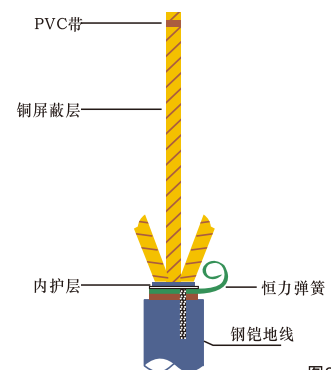

图2
1.2 (图2) 固定接地线，缠绕填充胶：将接地线一端约300mm长度包绕在三相铜屏蔽根部后，用一只恒力弹簧尽量靠近根部固定，再用另一只恒力弹簧将地线固定在钢铠上，然后缠绕足量的填充胶，将恒力弹簧与三叉部位及外护套上30mm端部包成一体。